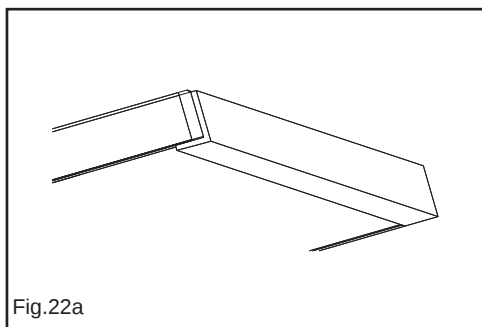

Fig.22a
- Pegar el junta adhesivo al casco de vidrio (Fig.22a).